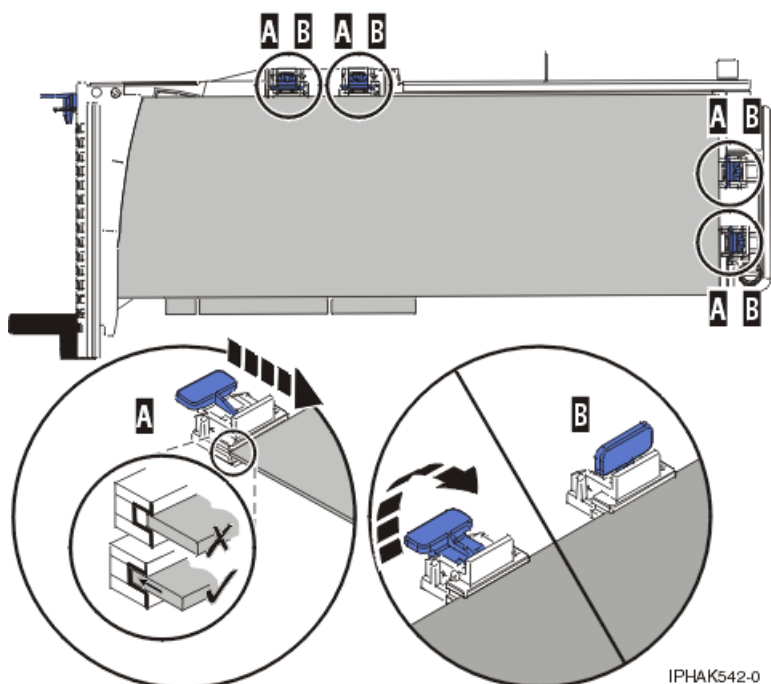

図 96. 所定位置に保持具およびスタビライザーが付いた PCI アダプター・カセット内の Long PCI アダプター
- 3) 保持具 (B) を所定位置に置き、ロックします。136 ページの図 96 を参照してください。